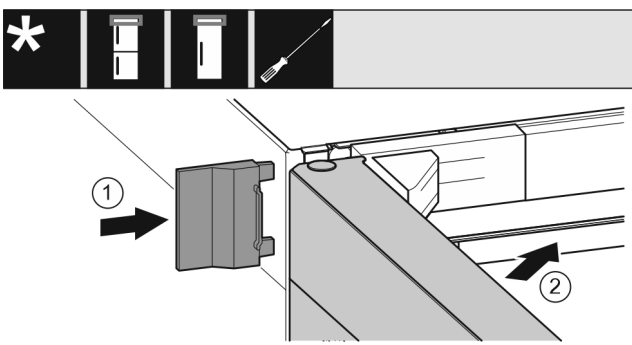

Fig. 21
- ▶ Potisnite zunanji pokrov gor. Fig. 21 (1)
- ▶ Zaprite zgornja vrata. Fig. 21 (2)